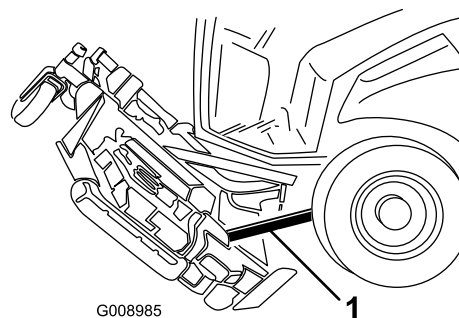

Рисунок 92
6. Поместите упорный деревянный брусок между задней частью деки и машиной (Рисунок 92).